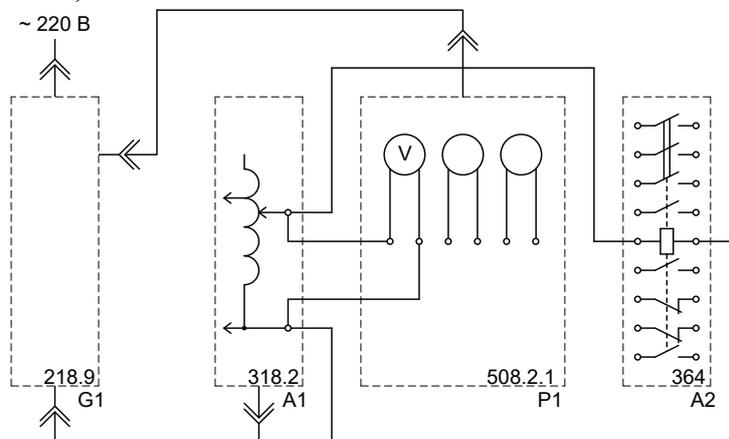
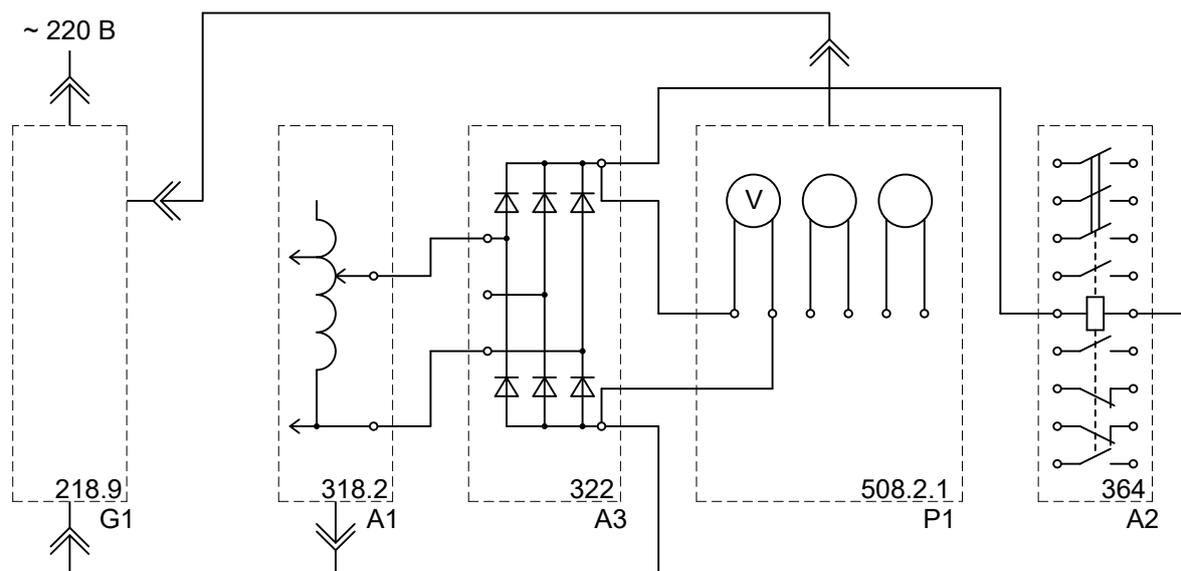

Рисунок 1.1 – Схема электрическая соединений для исследования электромагнитного контактора № 1
Рисунок 1.2 – Схема электрическая соединений для исследования электромагнитного контактора № 2
3. Соедините аппаратуру в соответствии со схемой электрической соединений (рисунок 1.1) (питание обмотки контактора синусоидальным током промышленной частоты) (или рисунок 1.2) (питание обмотки контактора выпрямленным током).